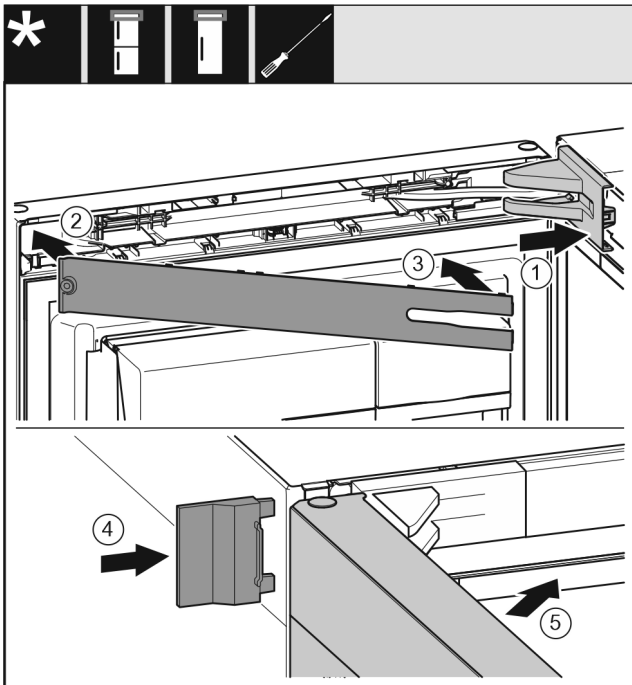

Fig. 53
- ▶ Lagerbockabdeckung Fig. 53 (1) aufsetzen und einrasten, ggf. vorsichtig auseinanderdrücken.
- ▶ Blende Fig. 53 (2) aufsetzen.
- ▶ Blende Fig. 53 (3) aufsetzen.
- ▶ Äußere Abdeckung Fig. 53 (4) aufschieben.
- ▶ Obere Tür Fig. 53 (5) schließen.